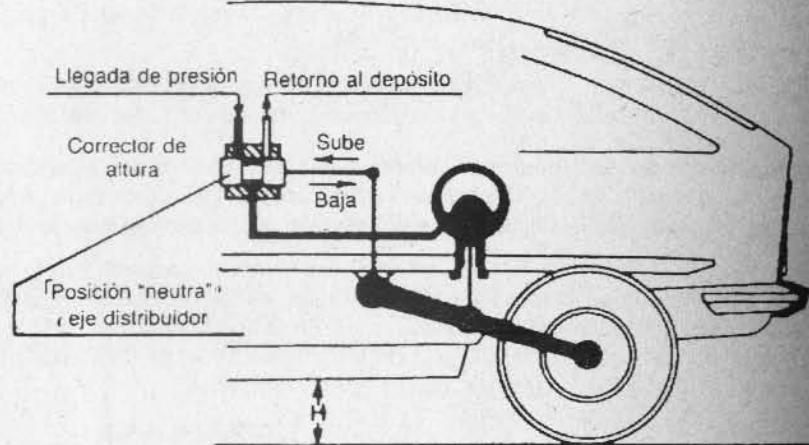

Fig. 1-22.— Mando automático de altura. H = constante
Al aumentar la carga sobre el vehículo, éste baja y se provoca la rotación de las barras, cuyas varillas de mando corren el distribuidor (Fig. 1-22), mandando más líquido AP para que suba la carrocería. Este movimiento provoca una rotación inversa en las barras estabilizadoras, por lo que el distribuidor vuelve rápidamente y se mantiene al centro, con el vehículo a la altura normal (H) sobre el suelo.